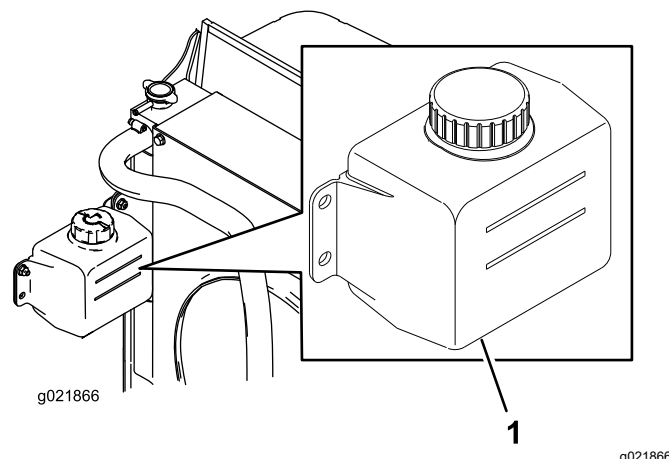

Figura 61
1. Compruebe el nivel de refrigerante en el depósito de expansión (Figura 61).